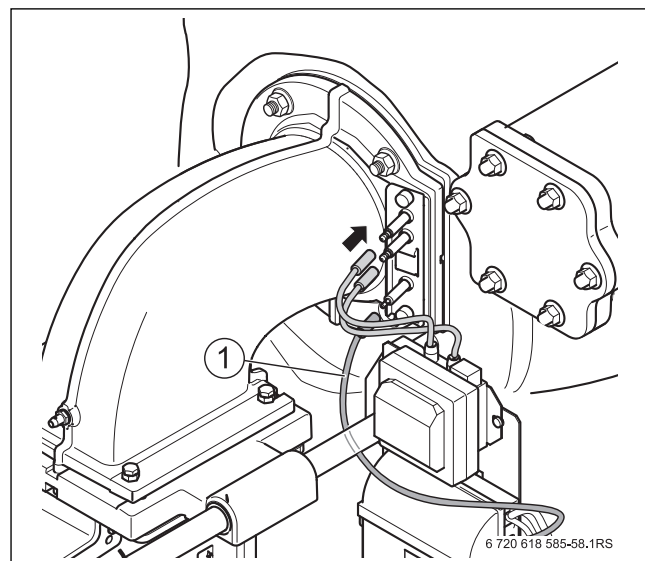

Рис. 63 Штекерные соединения на блоке электродов
- Подключите все электрические провода к газовой арматуре, вентилятору и блоку электродов. При этом проложите ионизационный кабель [1] как показано на рис. 63 (под направляющей штангой).